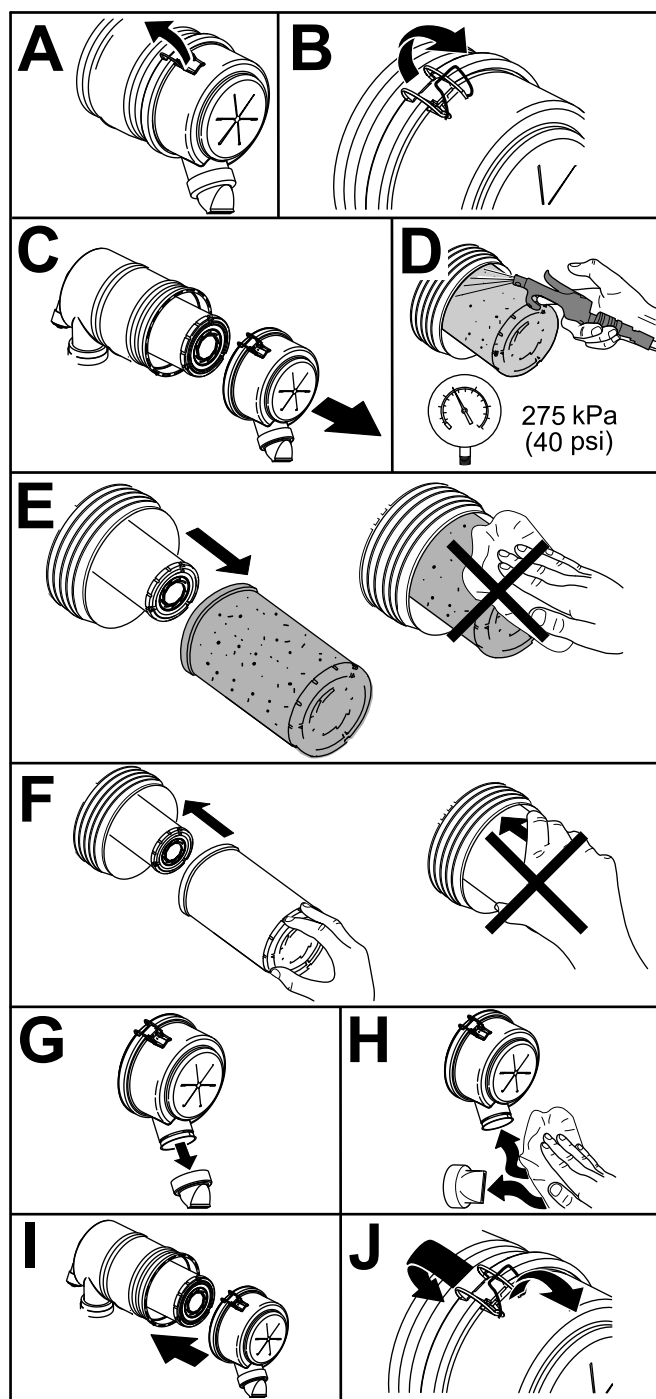

Рисунок 54
1. Замените элемент воздушного фильтра (Рисунок 54).